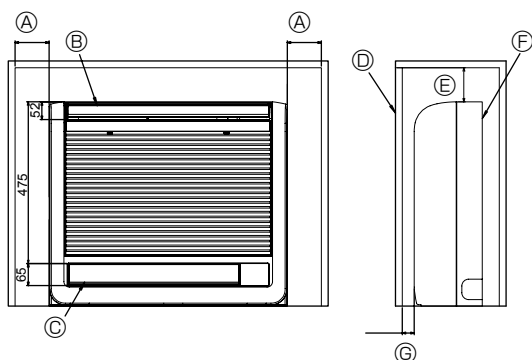

Fig. 6-1
6.1. De binnenunit in een wand inbouwen (Fig. 6-1)